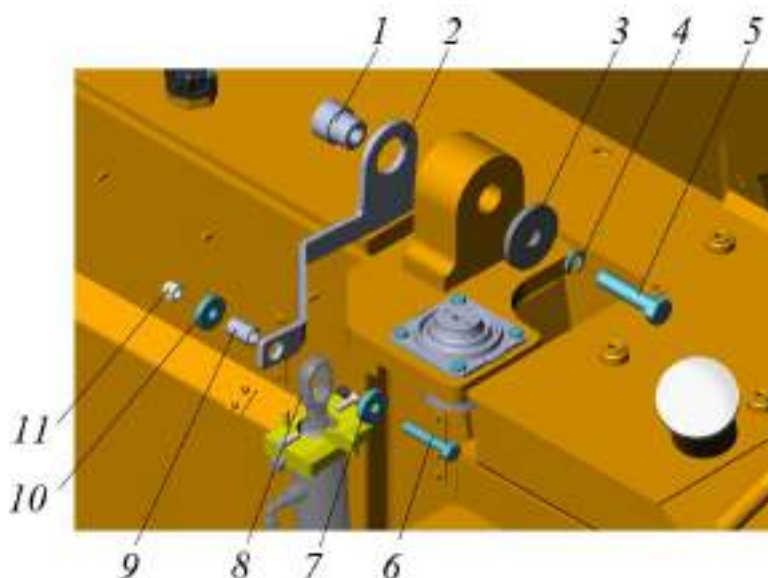
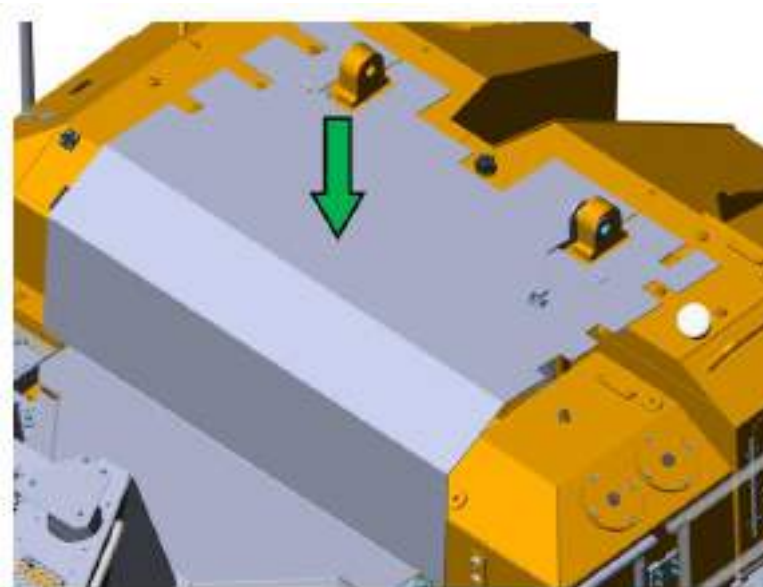

Рисунок 5.43. Фиксация штока гидроцилиндра кронштейном
Рисунок 5.44. установка транспортировочного чехла
- ▶ Зафиксировать проушину штока гидроцилиндра 8 кронштейном с крепежом, см. взрыв-схему кронштейна с крепежом на рис. 5.43. Кронштейн с крепежом входит в комплект транспортировки.
- ▶ Установить транспортировочный чехол с магнитным крепежом, закрыв нишу трансмиссионного отсека трактора, см. рис. 5.44.
- ▶ Демонтировать транспортировочный чехол и кронштейн, удерживающий гидроцилиндр подъема-опускания кабины, рис. 5.44 и рис. 5.43.